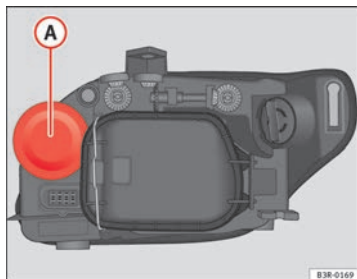

Fig. 206 Feux de route
- Retirez le cache en caoutchouc (A) ⇒ fig. 206 et tirez.